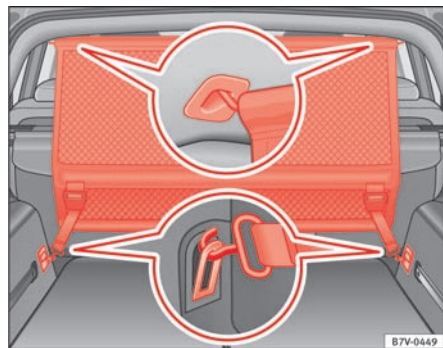

Fig. 94 I bagagerummet: Sådan monteres netskillevæggen bag 2. sæderække.
- Hægt netskillevæggen fast i den bageste venstre holder i taget ⇒ Fig. 94 A. Sørg for, at tværstangen trækkes nedad forbi den øverste position.